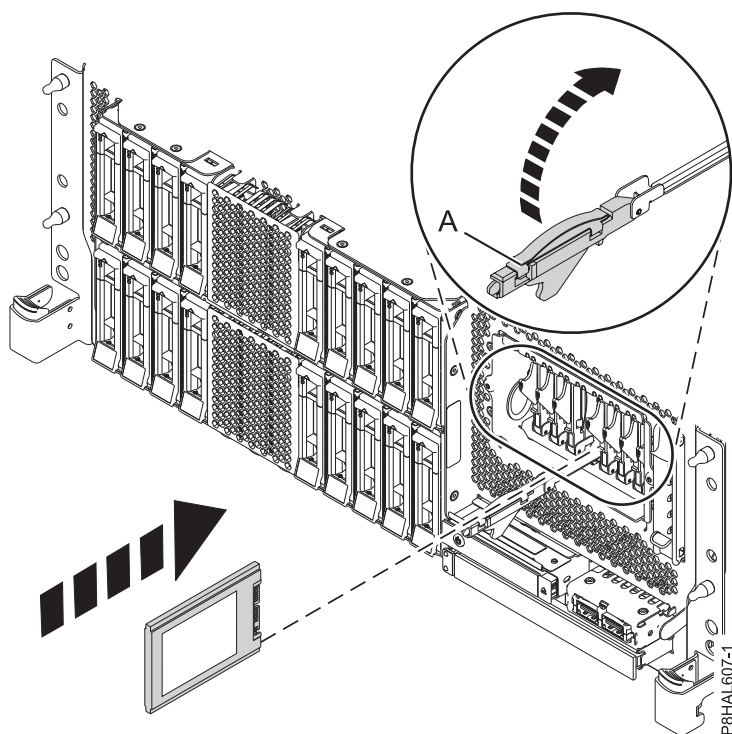
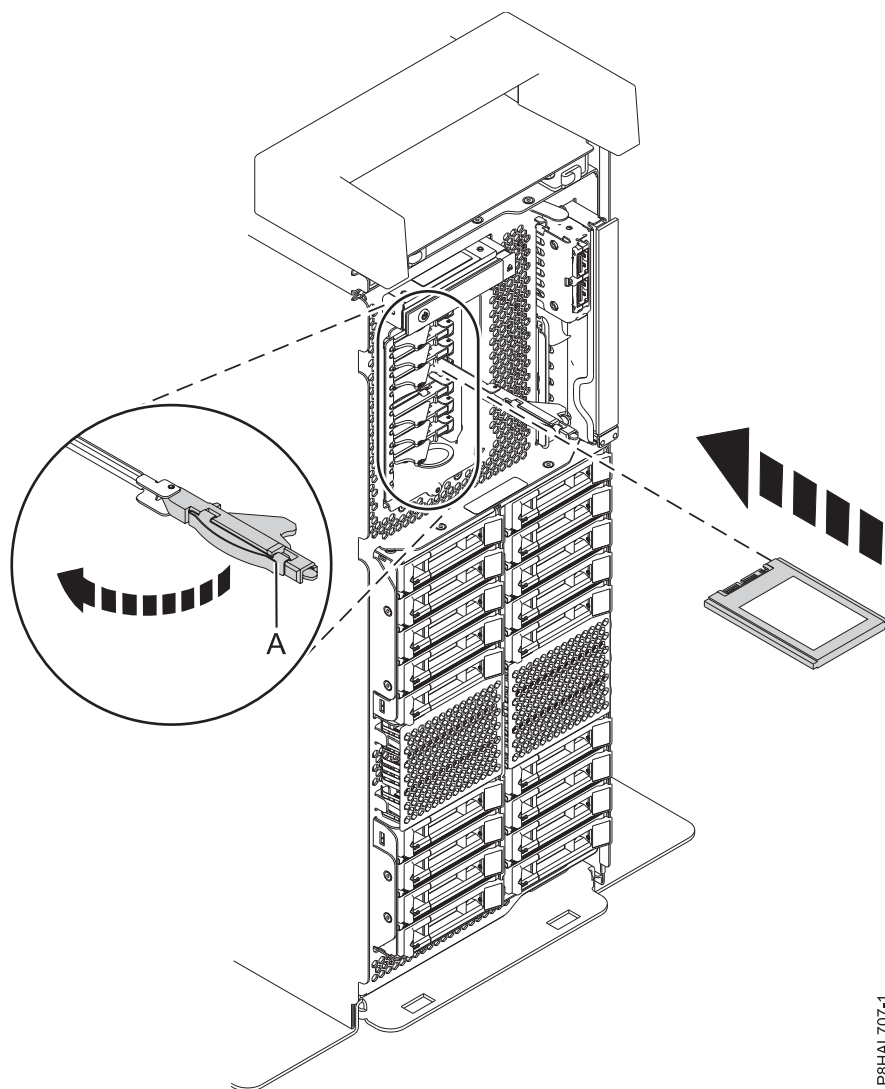

Figura 67. Substituir uma unidade SSD num sistema de função expandida montado em bastidor
Figura 68. Substituir uma unidade SSD num sistema de função expandida autónomo
9. Com a pega do compartimento de unidade de SSD (A) na posição desbloqueada, puxe a alavanca para fora para ter acesso às calhas na ranhura de SSD. Apoie a parte inferior da SSD à medida que a alinha com as calhas na ranhura de SSD. Consulte a Figura 67 na página 76 e a Figura 68 na página 77.
10. Faça deslizar a unidade SSD no sistema até a unidade parar e, em seguida, bloqueie a unidade SSD rodando a pega do compartimento de unidade (A) na direcção mostrada. Consulte a Figura 67 na página 76 e a Figura 68 na página 77.
11. Bloqueie a unidade ao rodar a pega do compartimento (A) na direcção demonstrada em Figura 67 na página 76 e Figura 68.